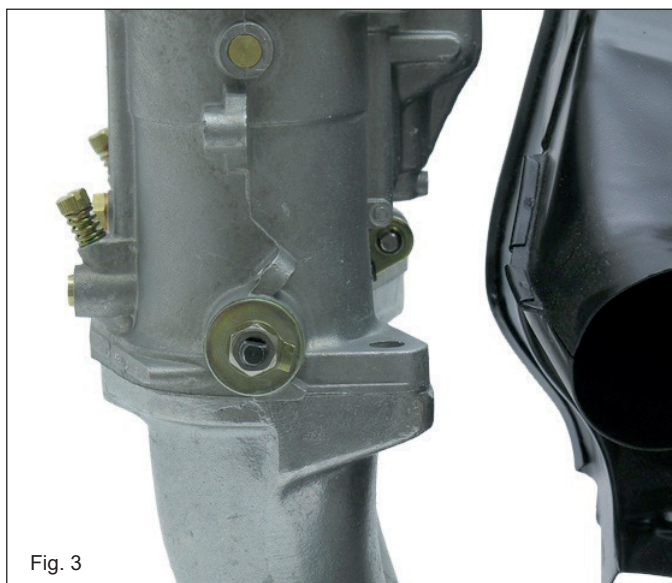
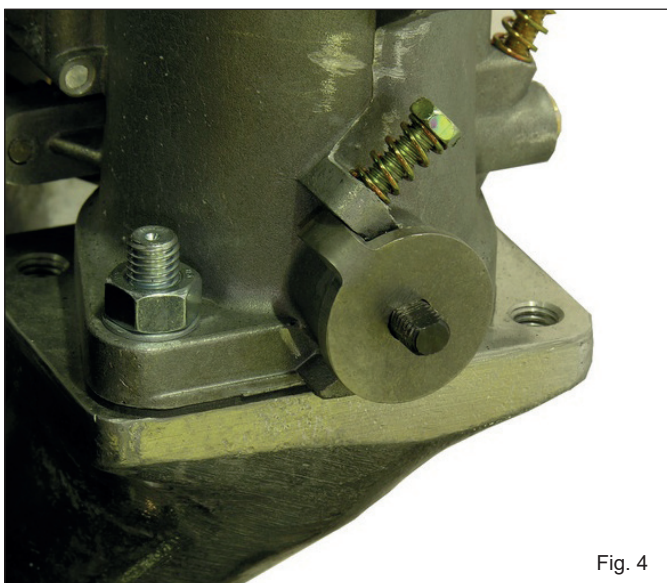

Fig. 3
Fig. 4
- Carefully bend the lock tab on the rear throttle shaft retaining nuts and remove the nuts. (Fig.3)
- Install the supplied stop levers the way shown in the pictures. (Fig.4)
- Biegen Sie, an beiden Vergasern, das Sicherungsblech der (in Fahrtrichtung) hinteren Drosselklappenwellenmutter mit einem Schlitz- Schraubendreher zurück. (Fig.3)
- Lösen und Entfernen Sie die Mutter SW11 und Sicherungsblech der Drosselklappenwelle. Der originale Drosselklappenhebel bzw. die Distanzscheibe (Fig.3) wird gegen den beigelegten Anschlaghebel ausgetauscht. (Fig. 4)